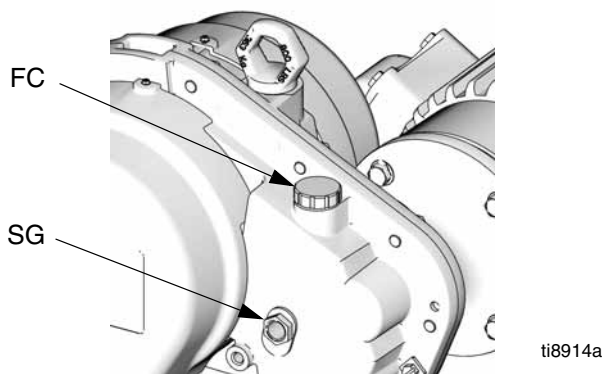

ABB. 5. Öleinfüllung
Den Einfülldeckel (FC) öffnen und den Vorgelege-Ölbehälter mit 2 Quarts (1,9 l) Graco-Öl 288414 (zwölf 1-Quart-Flaschen) füllen. Den Ölstand im Sichtglas (SG) am Vorgelegegehäuse kontrollieren. Nicht überfüllen. Siehe ABB. 5.